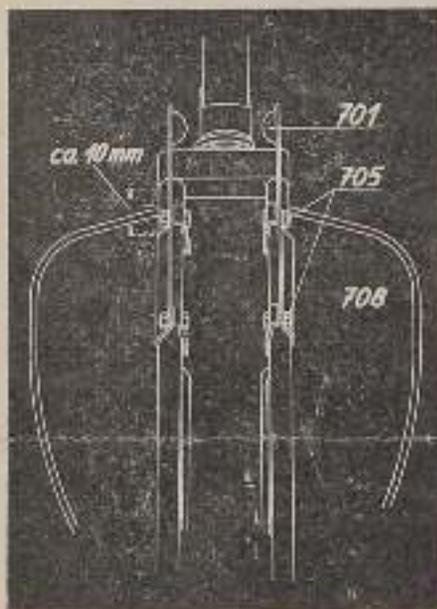

Abb. 4
Wenn die Knieschutzbleche (708) an den hinteren Schrauben (705) der Haltebleche (701) leicht befestigt worden sind, nehme man das Vorderrad heraus, schiebe die Haltebleche über die Gabel bis etwa 5-10 mm unter den Gabelkonus und ziehe die Schrauben an (Abb. 4). Das Vorderrad wird wieder eingesetzt und der Reifen gut aufgepumpt.